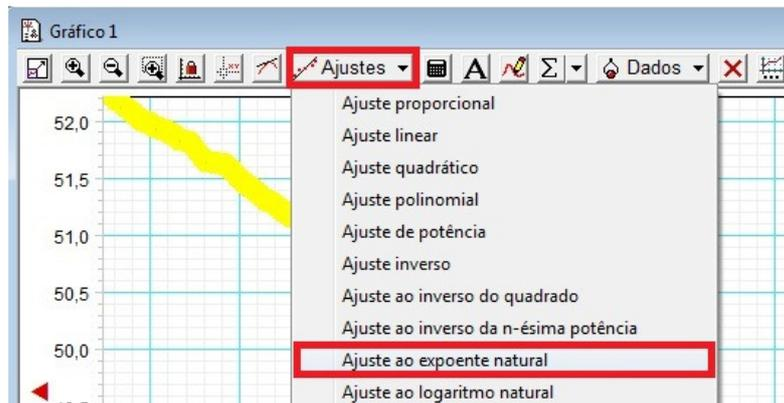
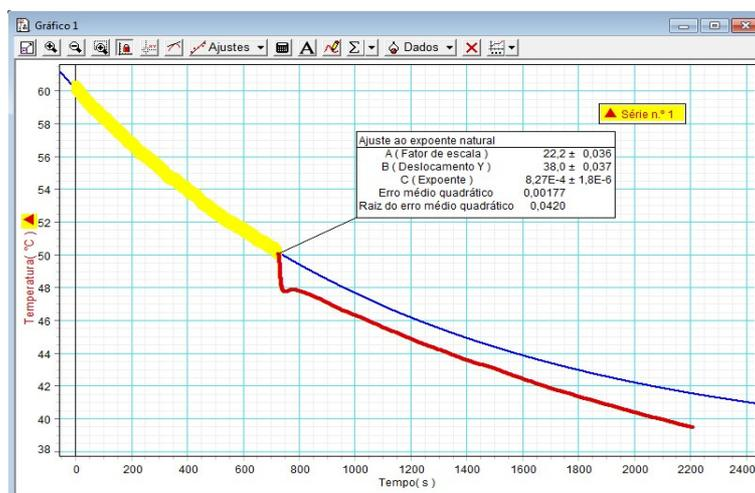

Figura 5 - Menu "Ajustes", com destaque para a opção "Ajuste ao expoente natural".
Figura 6 - Curva teórica (em vermelho) e ajuste ao expoente natural (em azul).
- Com o trecho selecionado, clique no menu **Ajustes** e escolha a opção **Ajuste ao expoente natural**, como mostrado na Figura 5. Uma curva exponencial será ajustada ao trecho de gráfico selecionado, como mostrado na Figura 6.
- Uma vez obtida a curva teórica mostrada em azul na Figura 6, deve-se compará-la à curva experimental, mostrada em vermelho. Clique na ferramenta **Zoom**  e aproxime a área desejada no gráfico. Para movê-lo, posicione o cursor sobre um dos eixos, até que ele se transforme em um ícone de "mão", e então arraste até a posição desejada. **Tome cuidado, pois ao clicar em qualquer área do gráfico, o seu ajuste será desfeito.**